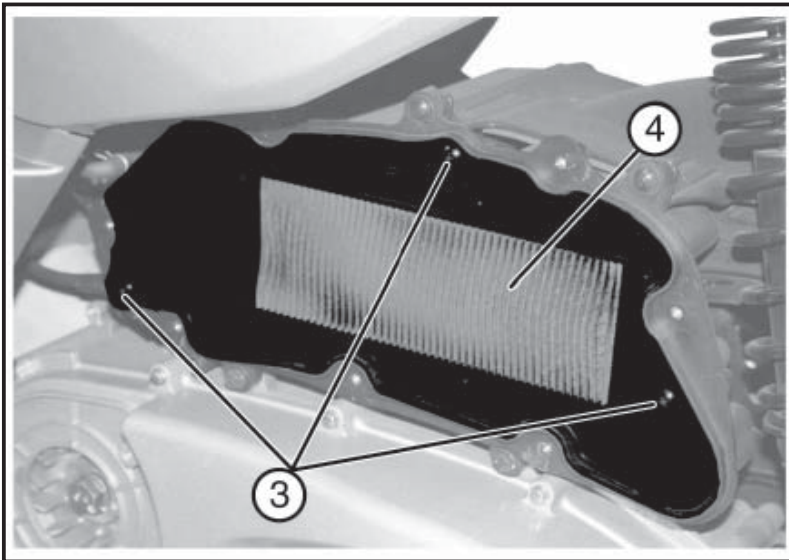

Fig. 01
- Desatornille los tres tornillos «3 - Fig. 01».
- Retire el elemento filtrante «4 - Fig. 01».